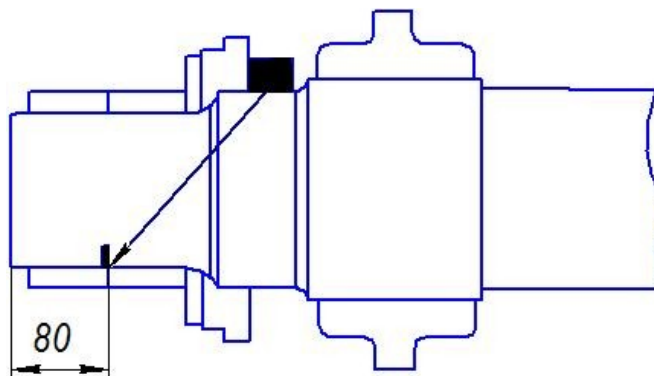

Рис. 7.12.2. Схема установки преобразователя П121-2,5-43°-К14-ЖД на НО 1.11.002–О при проверке чувствительности по варианту BR2.
- установить ПЭП на НО 1.11.002-О в соответствии со схемой на Рис.7.12.2;
- установить ПЭП на НО 1.11.002–О и найти максимум эхосигнала от запыла в сечении Ж-Ж, Рис.7.12.2;